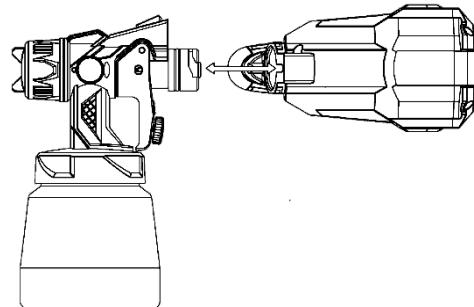

Рисунок 2
**4.4** Встановіть ємність з попередньо заповненою фарбою на виріб (рисунок 2).